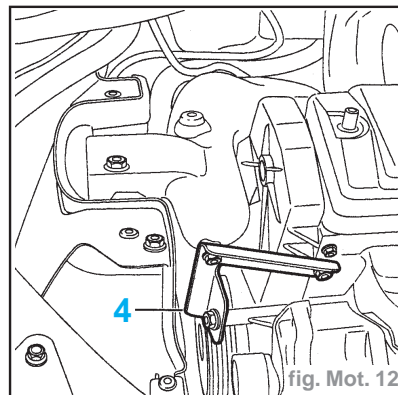

fig. Mot. 12
- Écarter la pompe de direction assistée (2).
- Débrancher le tuyau de réaspiration des vapeurs d'huile (3).
- Déposer les tirants (4) de suspension moteur (fig. Mot. 12).